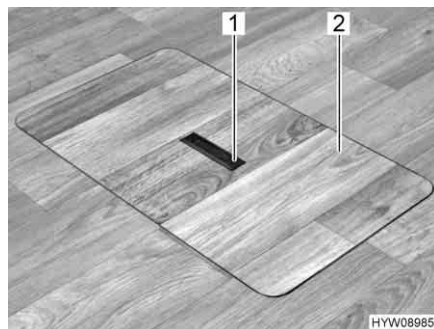
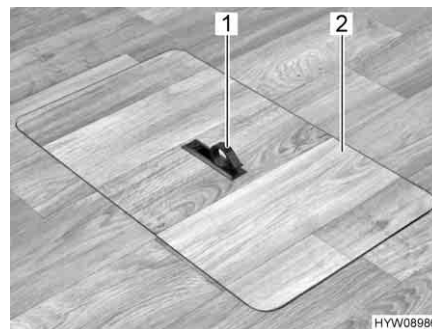

Fig. 72 Copertura vano pavimento
Fig. 73 Copertura vano pavimento
- Spingere la piastra di presa (Fig. 72,1) verso il basso da un lato. La maniglia (Fig. 73,1) viene ruotata verso l'alto.
- Alzare la copertura (Fig. 73,2).
- Collocare la copertura (Fig. 73,2) nell'intelaiatura presente sul fondo.